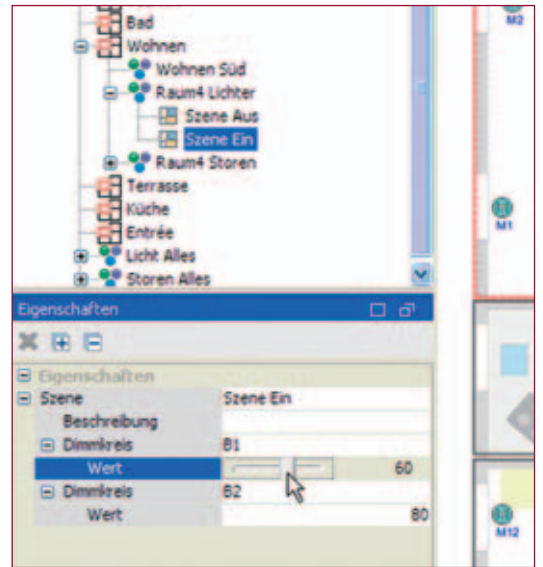

Bild 7 Übersichtsliste aller Komponenten. Hier lassen sich auch noch Änderungen vornehmen wie: Lichtgruppe ändern, Anwesenheitssimulation freigeben/sperren usw.
- *Übersichtsliste:* In der Übersichtsliste (Bild 7) sind alle wichtigen Zusammenhänge angegeben. Zum Beispiel ist vermerkt, welche Lampenstelle gedimmt ist, welche geschaltet wird und welche über Anwesenheitssimulation verfügen soll. Es ist auch erkennbar, welche Lampe zu welcher Sicherungsgruppe gehört, und natürlich kann hier auch von Hand eingegriffen und z. B. die Sicherungsgruppe geändert werden. Im Hintergrund wird damit automatisch auch das Elektroschema geändert. Bei den Storenmotoren ist definiert, welcher Ausgang des Aktors für die Auf-Funktion,
welcher für die Ab-Funktion zuständig ist. Auch die Anwesenheitsvortäuschung ist hervorragend gelöst. Wie Bild 7 zeigt, muss dazu in der Übersichtsliste lediglich beim entsprechenden Verbraucher (Lampe/Store) ein Häkchen gesetzt werden und damit ist die Sache erledigt.